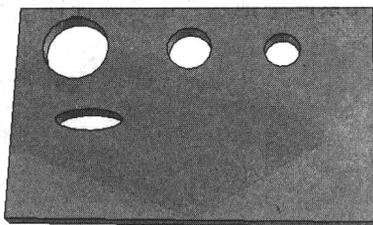

图 1-17 绘制孔类椭圆柱
**Step10** 绘制孔类椭圆柱。从“图素”设计元素库中拖入“孔类椭圆柱”元素，放置于厚板的合适位置；右击包围盒的任意一个手柄，在弹出的快捷菜单中选择“编辑包围盒”选项，弹出“编辑包围盒”对话框；设置“长度”为 15、“宽度”为 5、“高度”为 5，单击“确定”按钮，得到的孔类椭圆柱如图 1-17 所示。